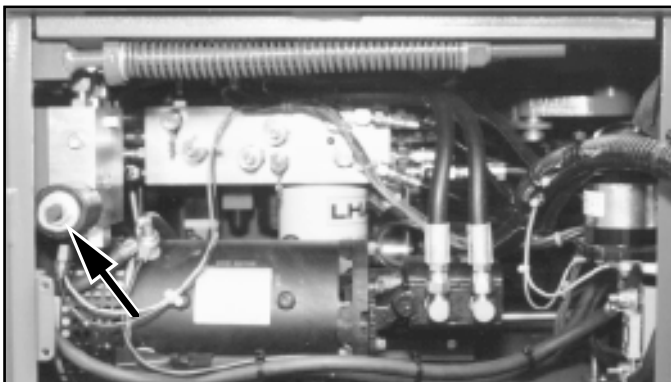

Bild 3: Notfall-Senk-Ventil
13. Überprüfen Sie die Funktion des Ausrichtensors (Bild 3), indem Sie den Sensor aus der Waagrechten und gleichzeitig den Fahrwerk-Hebeschalter in die **AUF-Stellung (UP)** drücken. Der Neigungsalarm muß ertönen.
15. Öffnen Sie das Fahrwerk-Notfall-Senk-Ventil (Bild 3), um die korrekte Funktion zu überprüfen, indem Sie den Griff hineindrücken und gegen den Uhrzeigersinn um eine Vierteldrehung drehen. Sobald der Korb ganz abgesenkt ist, schließen Sie das Ventil durch Eindrücken und Drehen des Griffs um eine Vierteldrehung im Uhrzeigersinn, bis die Arretierung einrastet.
20. Ziehen Sie den Notfall-Aus-Knopf heraus in die **AN-Stellung (ON)**.
Bitten Sie jemanden am Boden, das Notfall-Senk-Ventil (Bild 3) zu öffnen, um den Korb zu senken. Das Notfall-Senk-Ventil befindet sich im Innern des rechten Moduls: